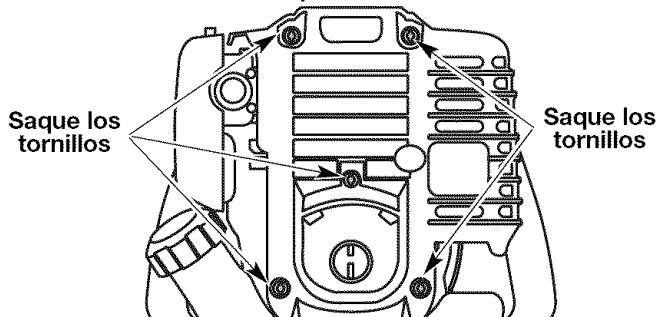

Fig. 35
6. Quite los cinco (5) Tornillos de encima de la tapa del motor con un destornillador de pala o Torx #25 (Fig. 35).
7. Saque la cubierta del motor (Fig. 35).
1. Apague el motor y espere que se enfrie. Retire los cinco (5) tornillos de la parte posterior de la tapa del motor con destornillador de cabeza plana o Torx No. T-25 (Fig. 35).